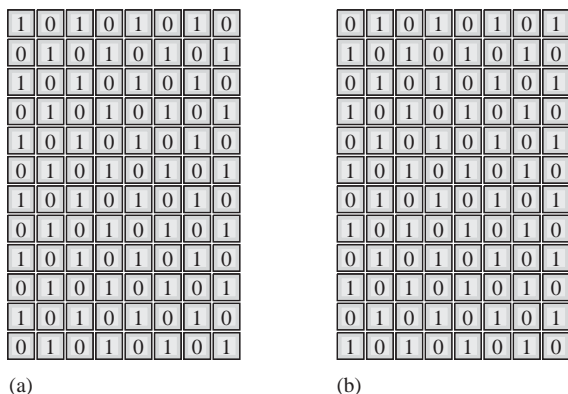

FIGURA 10.69 Patrón de prueba ajedrezado de una RAM.
**Método de prueba con patrón ajedrezado.** Una forma más completa para probar una RAM consiste en utilizar un patrón de 1s y 0s alternativos, como ilustra la Figura 10.69. Observe que todas las celdas adyacentes contienen bits opuestos. Este patrón comprueba que no haya un cortocircuito entre dos celdas adyacentes, ya que, si existe un cortocircuito, ambas células estarán en el mismo estado.
Después de comprobar la RAM con el patrón de la Figura 10.69(a), éste se invierte, como se muestra en la parte (b) de la figura. Esta inversión verifica la capacidad de todas las celdas de almacenar tanto un 1 como un 0.